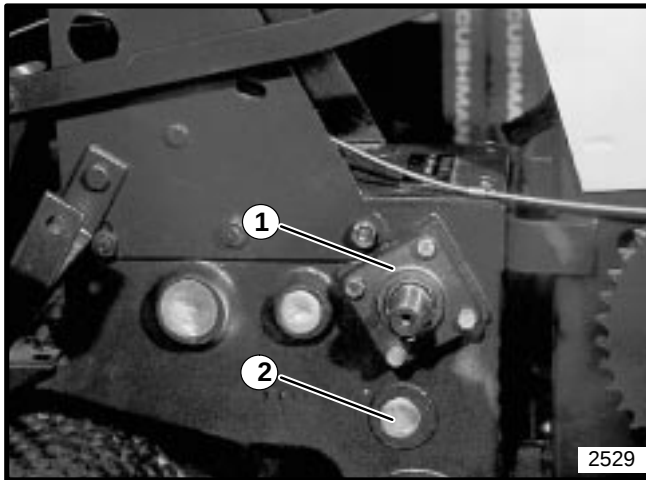

Figura 43
5. Remueva los cuatro (4) tornillos que aseguran el armazón de los cojinetes. Remueva el armazón de los cojinetes y el eje de la polea fuera de la caja del engranaje (removiendo los engranajes de la hojilla a medida que el eje está siendo sacado). Vea la Figura 43.